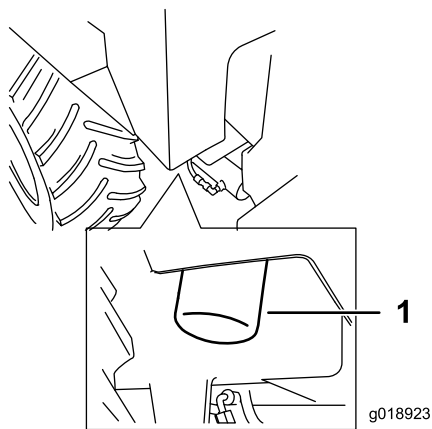

Рисунок 42
4. Поверните фильтр гидравлической жидкости против часовой стрелки, снимите и удалите в отходы фильтр (Рисунок 42).